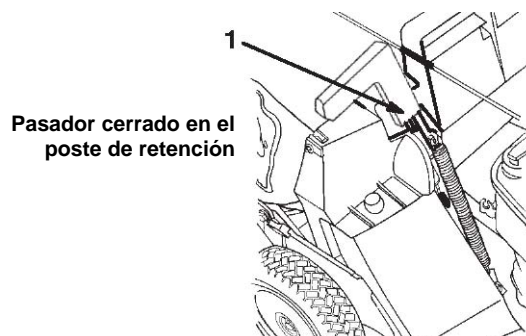

Figure 11
5. Tire de la palanca de la puerta de descarga hacia adelante hasta que el pasador se asiente en el pistillo, y mueva la palanca hacia atrás hasta que el pasador entre en la parte correspondiente de la bolsa (Fig. 11).